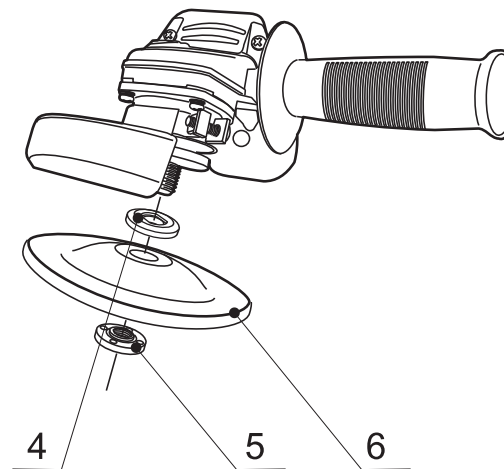

Рисунок 3.
4. Шайба прижимная внутренняя (рис. 3)
5. Шайба прижимная внешняя (рис. 3)